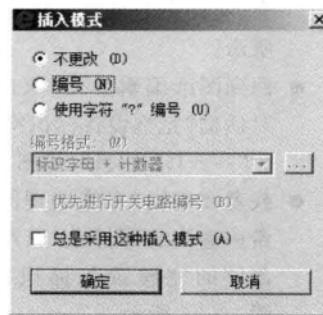

图 1-37 “插入模式”对话框
① 右击当前图纸“—Q1”，在弹出的快捷菜单里选择“复制”选项；
② 右击图纸空白部分，在弹出的快捷菜单里选择“粘贴”选项；
③ 移动鼠标选中放置新部件的位置，单击，弹出“插入模式”对话框，如图 1-37 所示；
④ 选择“编号”选项，在“编号格式”文本框中出现“标识字母十计数器”，默认这个选项，单击“确定”按钮，完成部件的复制。
移动鼠标选中放置新部件的位置，单击，弹出“插入模式”对话框，如图 1-37 所示；